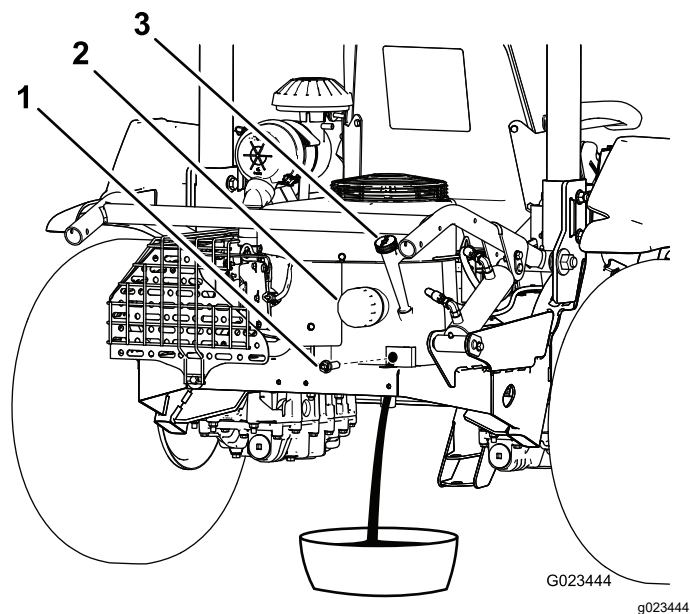

Figure 42
3. Enlevez le bouchon de vidange (Figure 42) et vidangez l'huile dans un bac adapté. Remettez le bouchon quand la vidange est terminée.